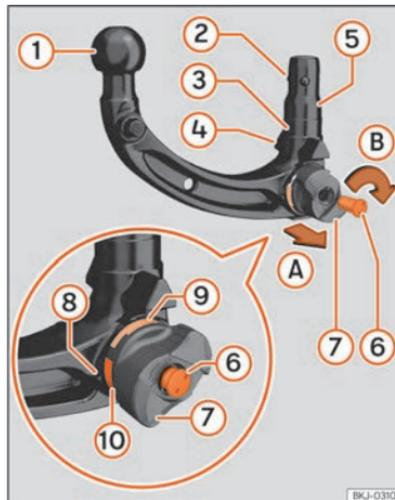

Fig. 154 Cuadro general: enganche desmontable para remolque.
3. Abra la tapa de la cerradura >>> fig. 154 7 e introduzca la llave 6 en la cerradura.